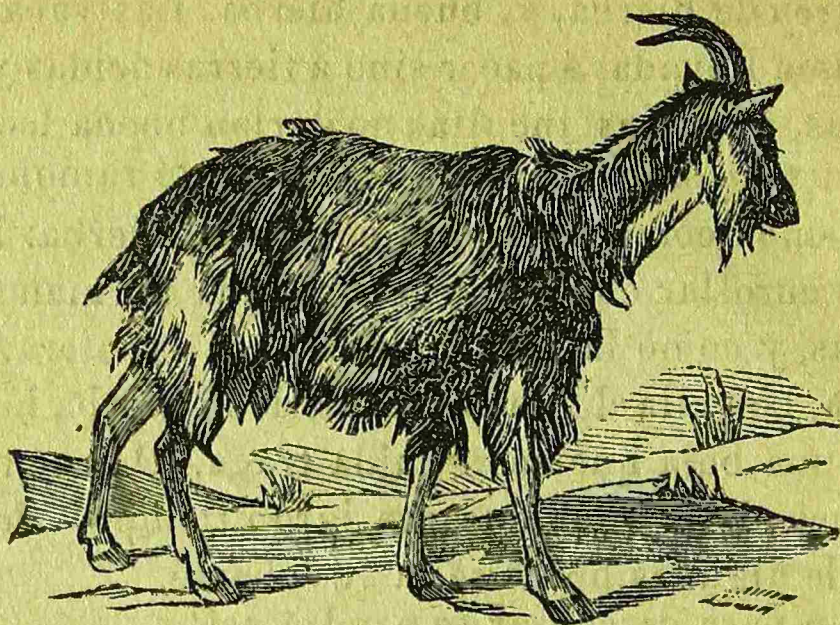

Fig. 15.
13.—La cabra.—Sobre las escarpadas colinas que circundan una parte del valle se ven algunas cabras que se agarran á las rocas, y que ramonean la hierba escasa y seca que cuelga de éstas; tal alimento que no bastaría á las vacas conviene perfectamente á las cabras; muchos aldeanos demasiado pobres para comprar y mantener una vaca, tienen al menos una cabra que les da leche. (fig. 15.)